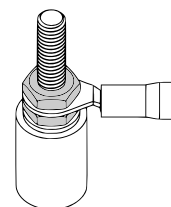

Рисунок 4.2 – Подключение соединительных проводов
- Подключить соединительные провода к контактам в коммутационной головке (см. рисунок 4.2). Схемы внутренних соединений проводников приведены в приложении В.